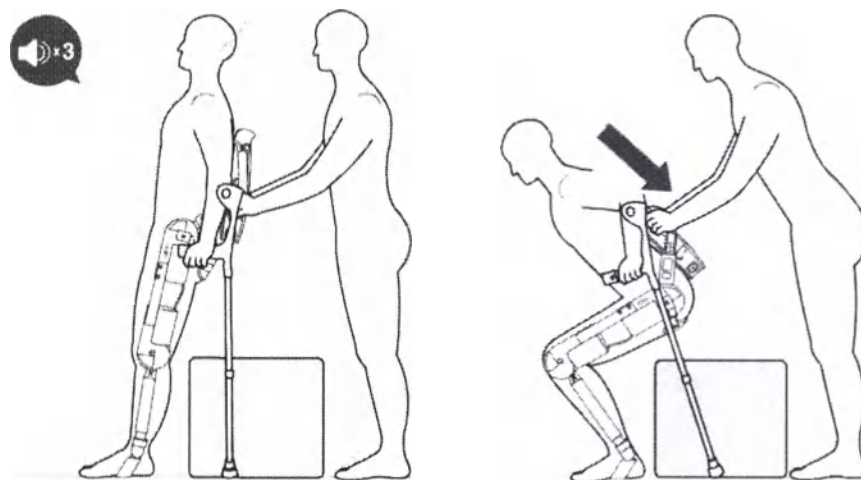

Рисунок 7 –Приседание
- 6 Экзоскелет вместе с Вами садится на стул (звучит двойной звуковой сигнал) (рисунок 7).